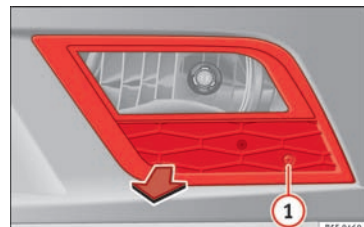

Fig. 94 Tågeforlygte
- Skru skruen » Fig. 94 ① ud af tågeforlygtens gitter ved hjælp af en skruetrækker. »